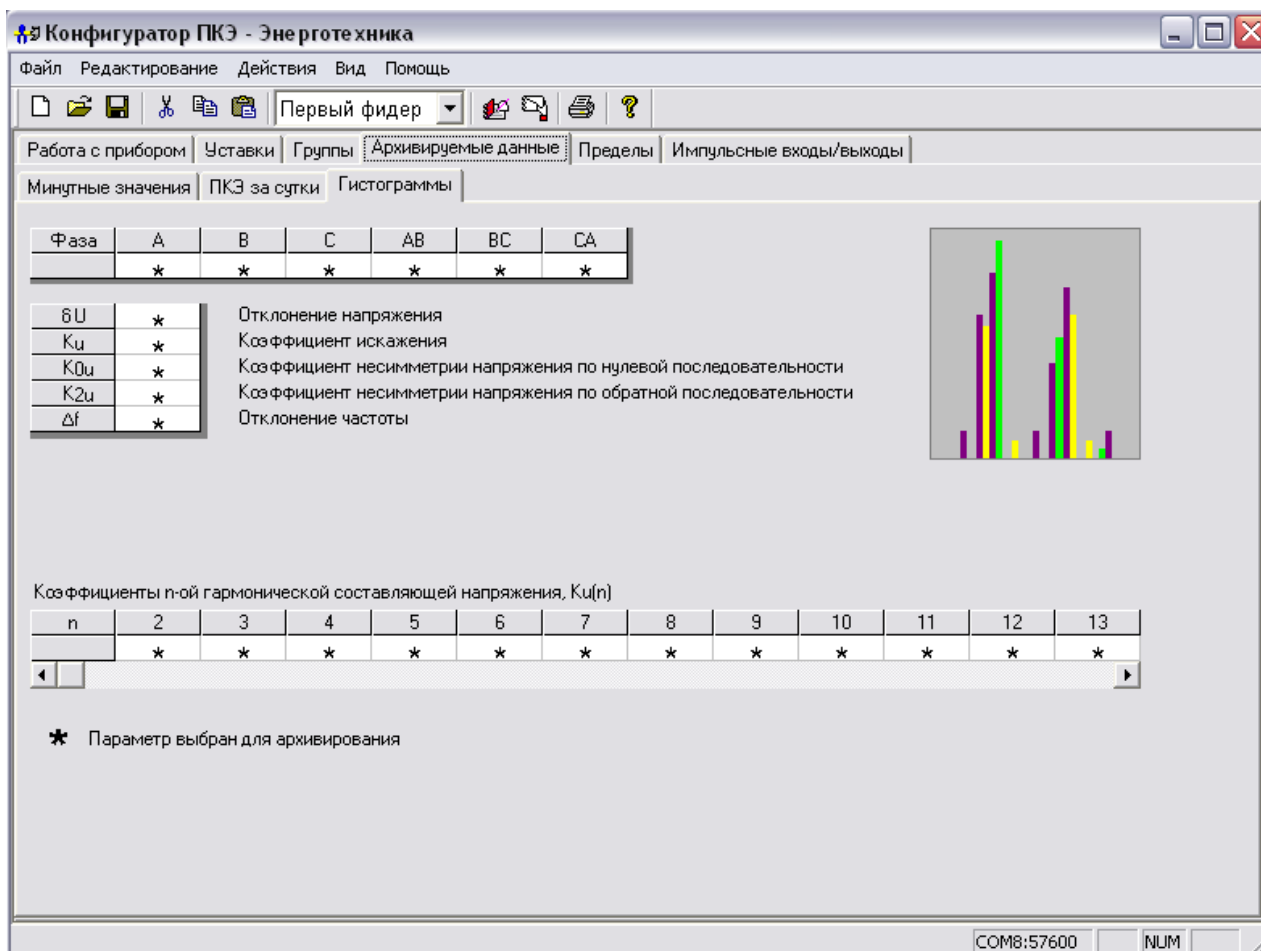

Рисунок 61
**Закладка «Гистограммы»** (рисунок 61) предназначена для установления ПКЭ, для которых прибор будет формировать массив данных для построения гистограмм. Гистограммы позволяют наглядно оценивать изменения ПКЭ за сутки или интервал времени.